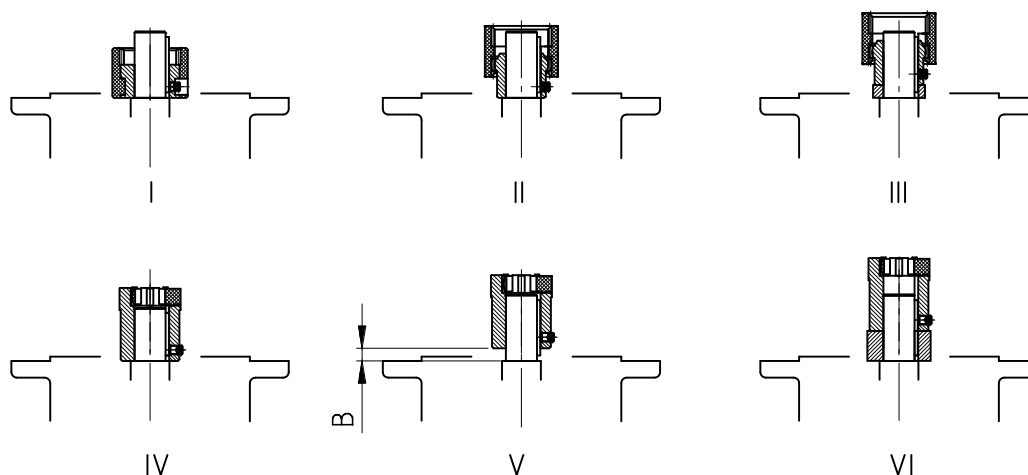

Figure 15: Montage de l'accouplement sur l'arbre du moteur pour différents types d'accouplements
3. Installez le demi-accouplement sur l'arbre du moteur de sorte que la clavette du moteur s'engage dans la rainure du demi-accouplement. Montez le demi-accouplement conformément aux indications du fabricant du moteur. Dans le cas des réducteurs à engrenages cylindriques de la gamme standard, tenez compte de la cote B entre le demi-accouplement et l'épaulement (voir "Figure 15"). Certains **adaptateurs NEMA** nécessitent un positionnement de l'accouplement conforme aux spécifications indiquées sur l'autocollant.
4. Montez la clavette fournie (voir "Figure 15: Montage de l'accouplement sur l'arbre du moteur pour différents types d'accouplements").
8. Montez le moteur sur l'adaptateur. Montez pour cela également la couronne dentée ou la bague dentée fournie (voir Figure 15: Montage de l'accouplement sur l'arbre du moteur pour différents types d'accouplements). Dans le cas de l'adaptateur AN360TC et AN400TC, il convient de fixer d'abord la bride de l'adaptateur sur le moteur puis de visser le moteur sur l'adaptateur.